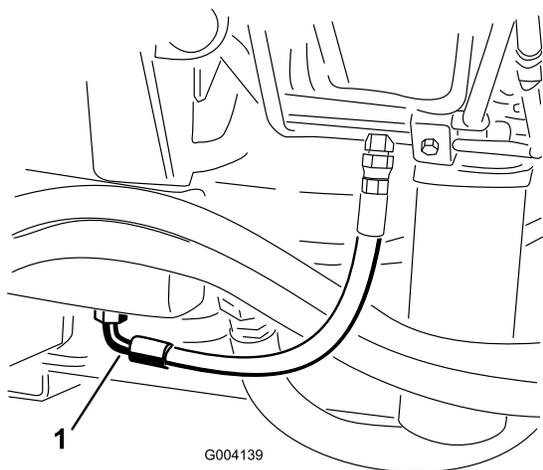

Рисунок 67
2. Установите большой сливной поддон под штуцер, расположенный в нижней части бака с гидравлической жидкостью (Рисунок 67).